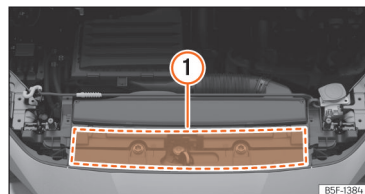

Fig. 227 No compartimento do motor: zona de localização da etiqueta de óleo do motor
A etiqueta com a norma prescrita encontra-se na parte da frente do compartimento do motor >>> Fig. 227 ①. Se utilizar o óleo do motor recomendado, é possível corrigir o nível do enchimento tantas vezes quantas forem necessárias.